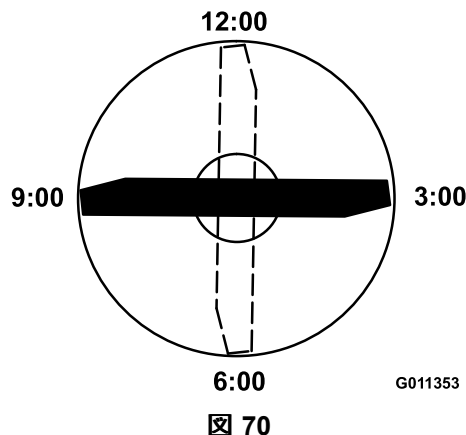

図 70
3. ブレードの印の付いているほうの端部を 12 時の位置車両進行方向に向け、作業台の表面からブレードの切っ先までの高さを測定する 図 70。
4. 印の付いている端部を 3 時の位置と 9 時の位置に向けてそれぞれ高さを測定する 図 70。